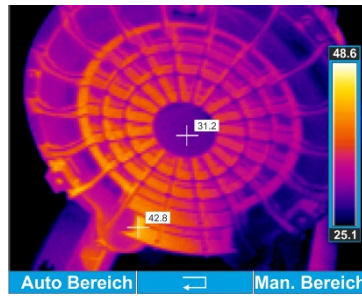

Abb. 4: Einstellung der Temperatur-Spannweite (THT41, THT42, THT44)
2. Drücken und Halten Sie die **P** Taste zur Aktivierung des Spannweiten-Einstellungs-Menü -. Die folgenden Menüs werden im Display angezeigt (siehe Abb. 4)